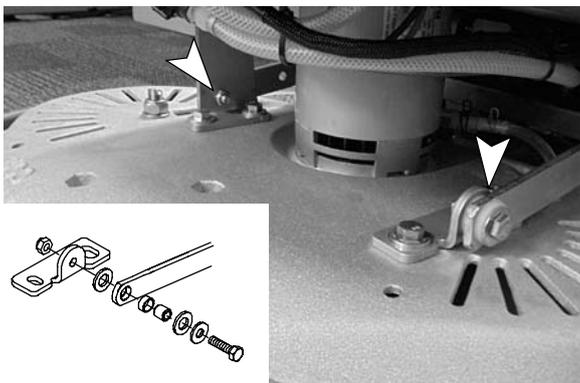

ABB. 65
1. Lösen Sie die Schrubbkopf-Hebearme mit einem 13-mm-Schlüssel von der Halterung wie abgebildet (Abbildung 65).